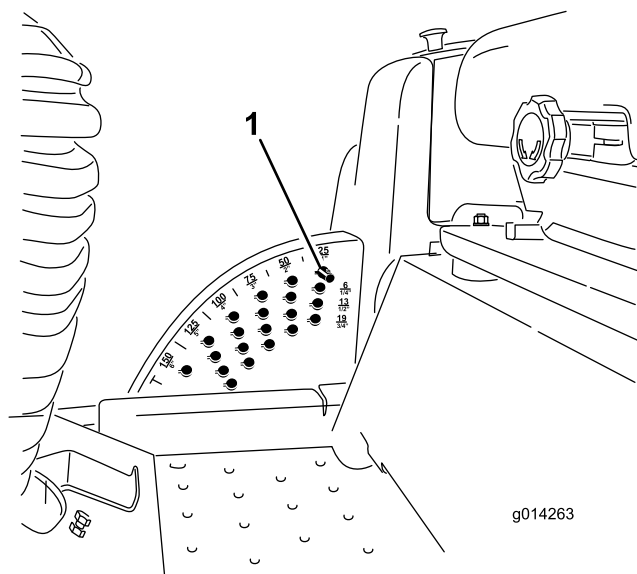

图24
1. 如**图24**所示在发动机运行的同时向后推刀盘提升开关直至剪草机刀盘完全升起然后**立即松开开关**。
2. 旋转剪草高度销直至销上的小块与剪草高度支架孔内的槽在一条线上然后取下销**图24**。
3. 选择剪草高度支架对应所需剪草高度的孔插入销将其向下旋转并锁定到位**图24**。
**注意** 共有 4 排孔的位置**图24**。最上面的一排是高于限位销的列明剪草高度。其下第二排的剪草高度为列明剪草高度加 6mm。其下第三排的剪草高度为列明剪草高度加 12mm。最下面一排的剪草高度为列明剪草高度加 18mm。15.8cm 位置仅有 1 个孔位于第二排。此孔不需添加 6mm 即可到 15.8cm 位置。